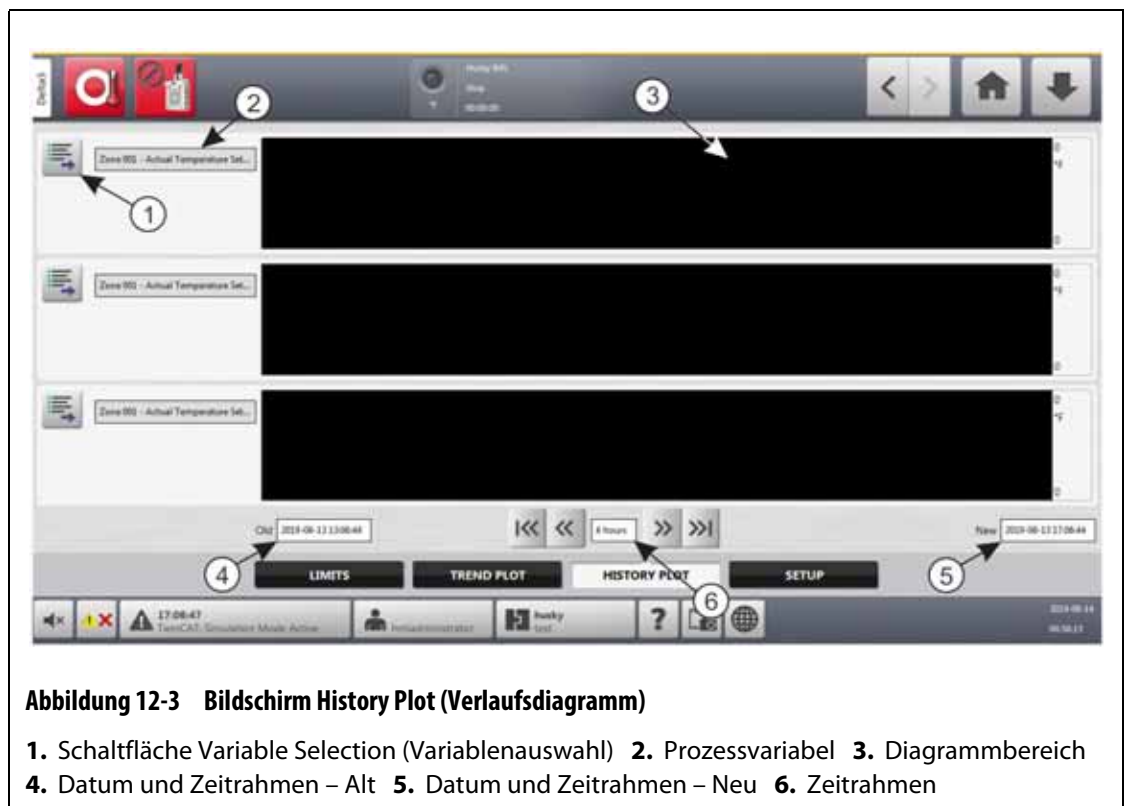

Abbildung 12-3 Bildschirm History Plot (Verlaufsdigramm)
Berühren Sie die Schaltfläche **Process Monitoring (Prozessüberwachung)** auf dem Startbildschirm und dann die Registerkarte **History Plot (Verlaufsdigramm)**, um den Bildschirm History Plot (Verlaufsdigramm) anzuzeigen. Siehe Abbildung 12-3.
3. Berühren Sie auf dem Bildschirm History Plot (Verlaufdiagramm) die Schaltfläche **Timeframe** (Zeiträumen). Siehe Abbildung 12-3.
Die Felder für das alte und das neue Datum sowie für den Zeiträumen werden in Abbildung 12-3 beschrieben.
1. Berühren Sie auf dem Bildschirm History Plot (Verlaufsdiagramm) die Schaltfläche **Variable Selection** (Variablenauswahl) für die Zone oder den Prozess, die bzw. der geändert werden soll. Siehe Abbildung 12-3.